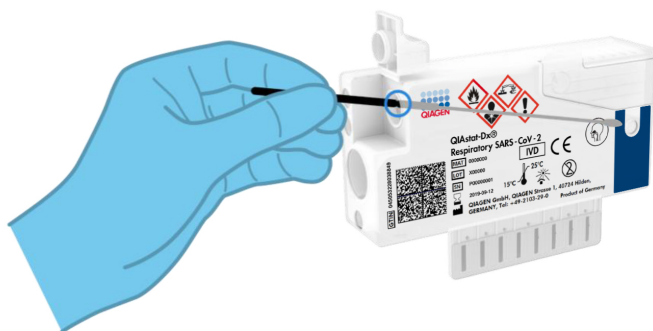

Рис. 8. Установка мазка в QIAstat-Dx Respiratory SARS-CoV-2 Panel Cartridge.
- Вставьте мазок в QIAstat-Dx Respiratory SARS-CoV-2 Panel Cartridge, продвигая его внутрь до тех пор, пока точка отлома не совместится с входным отверстием (т. е. до упора) (рис. 8).